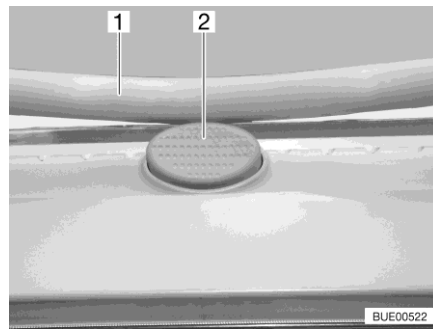

Fig. 22 Bouton de sécurité (lanterneau Heki)
- Appuyer sur le bouton de sécurité (Fig. 22,2) et tirer l'étrier (Fig. 22,1) vers le bas avec les deux mains.
- Pousser l'étrier vers le haut avec les deux mains jusqu'à ce que ce dernier se trouve au-dessus du bouton de sécurité (Fig. 22,2).